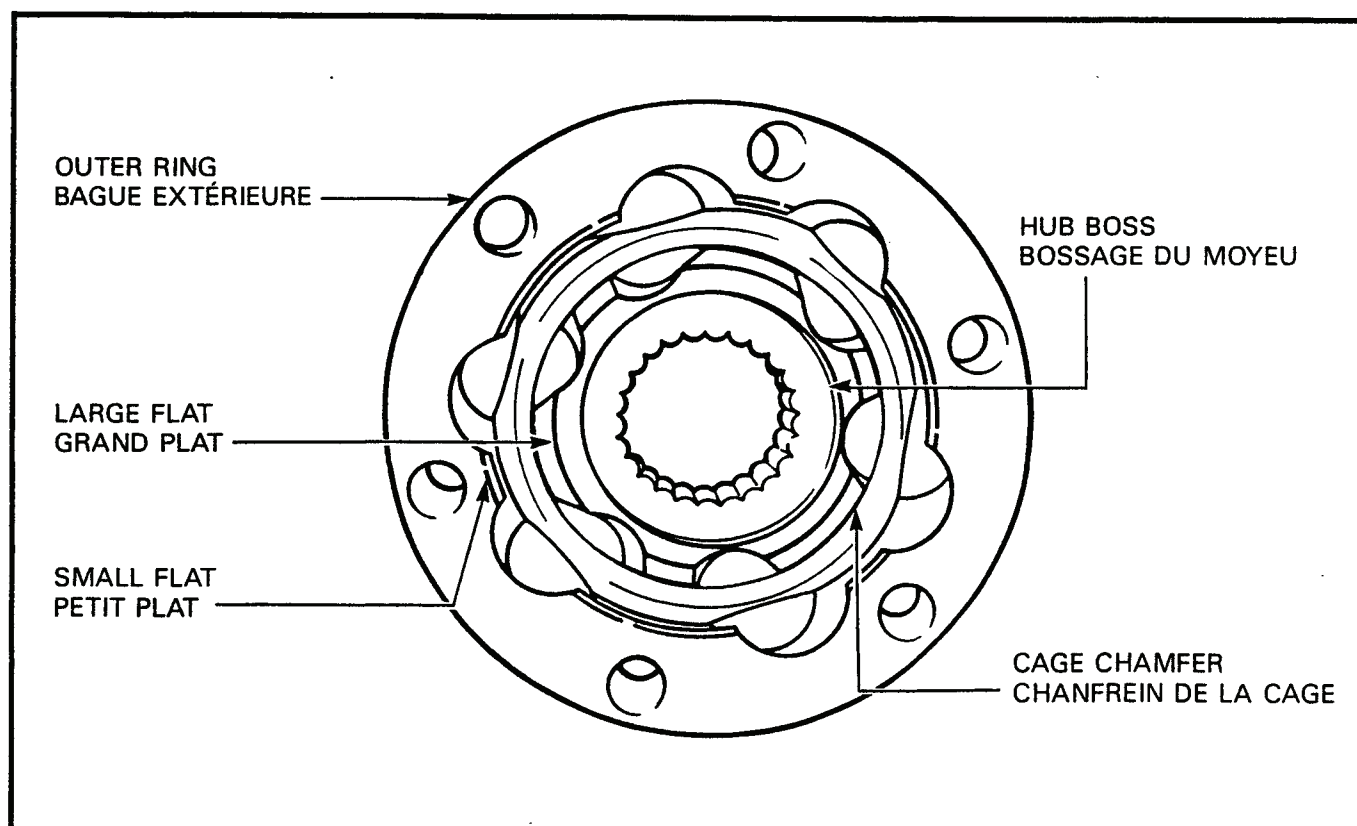

Figure 3-4-4 Inner Constant Velocity Joint
- a. Install the hub in the cage, ensuring the boss on the hub and the chamfer on the cage face up, see Figure 3-4-4.
- a. Installer le moyeu dans la cage en s'assurant que le bossage du moyeu et le chanfrein de la cage sont placés vers le haut. Voir figure 3-4-4.